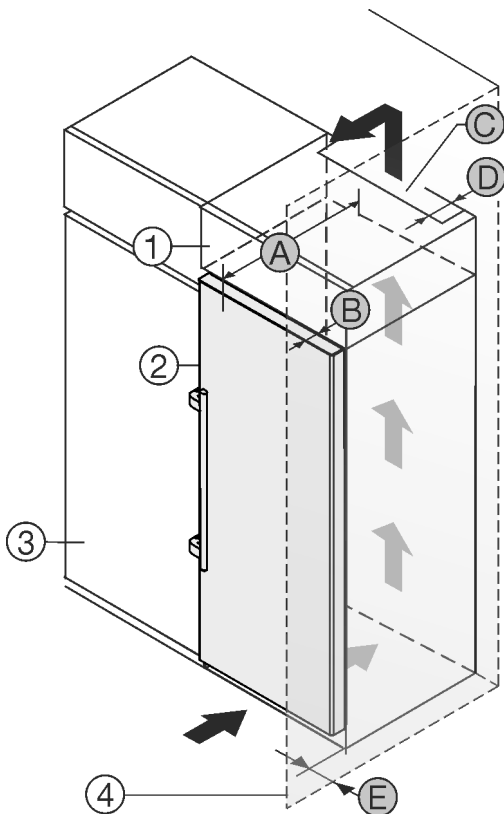

Fig. 2
- (1) Nastavná skříňka*
- (2) Přístroj*
- (3) Kuchyňská skříň*
- (4) Stěna*
- (A) Hloubka přístroje*
- (B) Hloubka dveřík*
- (C) Ventilační průřez*
- (D) Vzdálenost zadní strany přístroje*
- (E) Vzdálenost k zadní straně přístroje*
Můžete přístroj nainstalovat přímo vedle kuchyňské skříňky Fig. 2 (3).*
Na zadní straně nastavné skříňky musí být větrací šachta hluboká Fig. 2 (D) přes celou šířku nastavné skříňky.*
Pod stropem místnosti musí být dodržen ventilační průřez Fig. 2 (C).*
Když přístroj instalujete závěsy vedle stěny Fig. 2 (4), musí být vzdálenost mezi přístrojem a stěnou minimálně 57 mm. To odpovídá přesahu madla při otevřených dveřích.*
Aby bylo možné dveřka plně otevřít, musí přístroj přesahovat o hloubku dveřík Fig. 2 (B) vůči přední linii kuchyňské skříňky. V závislosti na hloubce kuchyňských skříňek Fig. 2 (3) a použití vymezovačů odstupů od stěny může přístroj vyčnívat dále.*